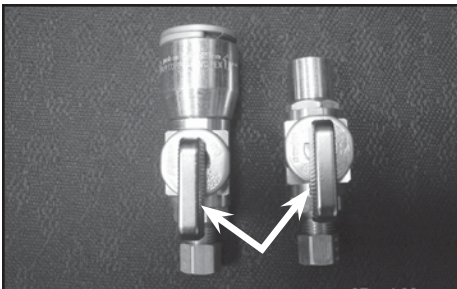
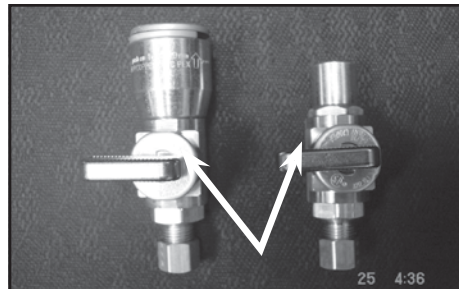

Fig. 1A (Robinet ouvert)
Fig. 1B (Robinet fermé)
4. **TUYAUX EN CUIVRE :** En vous servant de la toile d'émeri, nettoyez les deux extrémités des tuyaux en cuivre et appliquez le flux sur toutes les surfaces à braser, y compris l'intérieur du té. Suivez les instructions d'installation du fabricant livrées avec l'extrémité à souder mâle de ½ po x robinet d'arrêt avec raccord à compression D.E. de ¼ po (B)
5. **TUYAUX FLEXIBLES :** Suivez les instructions d'installation du fabricant livrées avec le té Quick-Grip ½ x ½ x ½ po (D) et le Quick-Grip ½ po x l'extrémité à souder mâle de ½ po x robinet d'arrêt avec raccord à compression D.E. de ¼ po (E)
6. Fermez le robinet d'arrêt que vous venez d'installer (voir la Fig. 1A et la Fig. 1B) et lentement ouvrez à nouveau la conduite d'alimentation en eau froide. Vérifiez la présence de fuites potentielles. Si vous détectez des fuites, fermez immédiatement l'alimentation en eau et réparez les fuites. Si vous ne détectez aucune fuite, passez à l'étape 7.